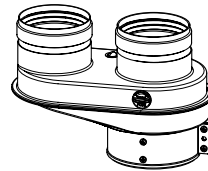
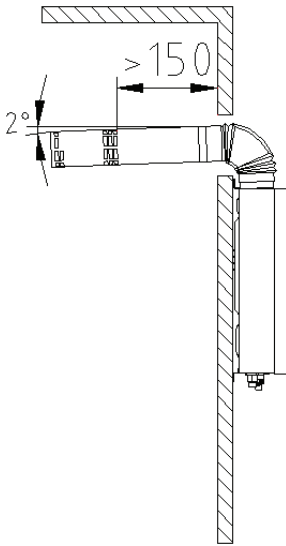

Figura 5.10
Figura 5.12
1. L'apparecchio è predisposto per l'allacciamento ad un sistema di aspirazione e scarico fumi coassiale 60/100. Per utilizzare tipologie di scarico sdoppiato 80/80 è necessario l'apporto adattatore (Figura 5.10). Se il tubo di scarico è troppo corto è possibile provvedere a una prolunga (Figura 5.11 e Figura 5.12). Controllare il tubo di scarico ogni sei mesi per escludere perdite o danni.
essere inclinato verso il basso di 2° (Figura 5.12) in modo da lasciar fuoriuscire l'acqua di condensa.